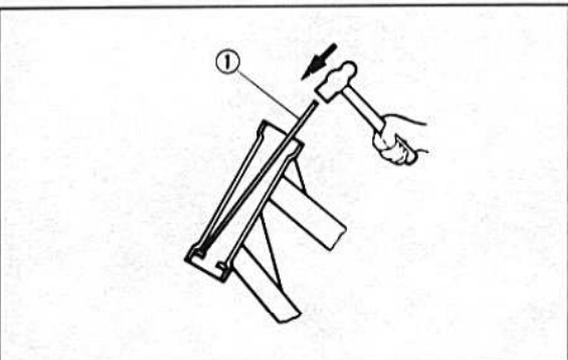

Bild 360
- Die Kegelrollenlager auf Verschleiss prüfen. Defekte Lager ersetzen. Dazu die Aussenringe aus dem Lenkkopf mittels Durchschlag auspressen (Bild 360).